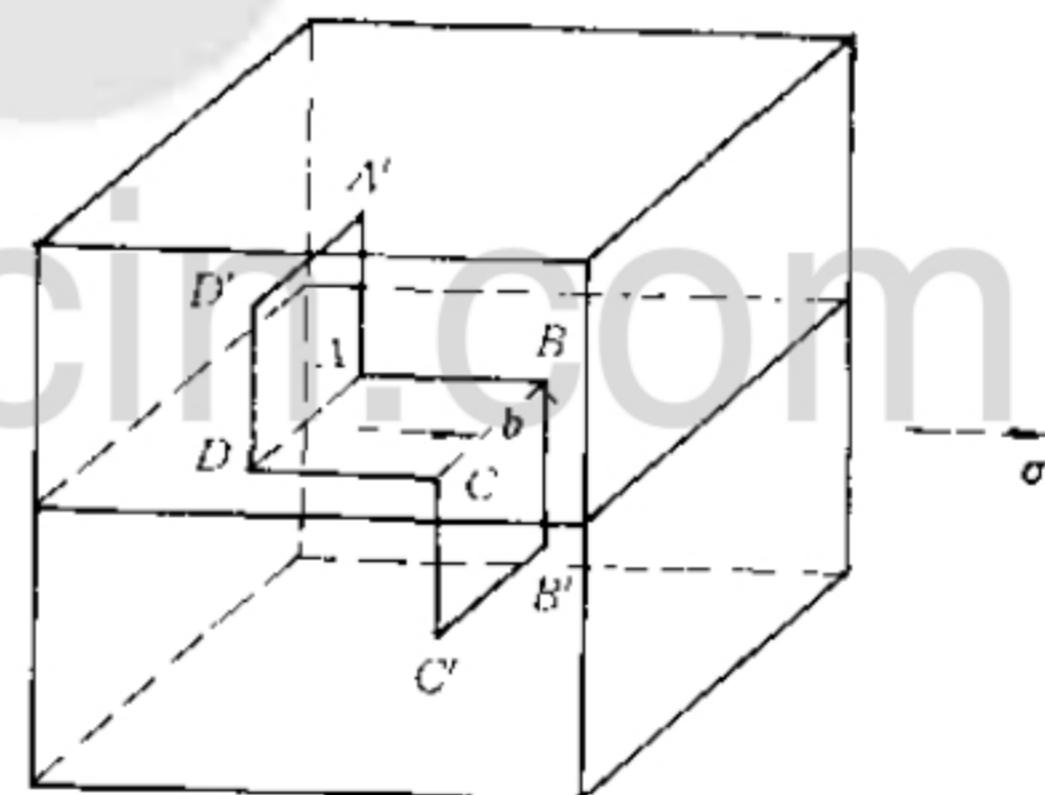

图 1-13 在正应力的作用下, 位错环 \overline{ABCDA} 的运动
(2) 设想在完整晶体中有一个正四棱柱贯穿晶体的上、下表面, 它和滑移面 $MNPQ$ 交于 \overline{ABCDA} , 现在让 \overline{ABCDA} 上部的柱体相对于下部柱体滑移 b , 柱体以外的晶体均不滑移。这样, \overline{ABCDA} 就是在滑移面上已滑移区(环内)和未滑移区(环外)的边界, 因而是一个位错环。
(3) 在 τ 的作用下, 位错环上部分晶体将不断沿 x 轴方向(即 b 的方向)运动, 下部分晶体则反向(沿 $-x$ 轴方向)运动。这种运动必然伴随着位错环的各边向外侧运动(即 \overline{AB} , \overline{BC} , \overline{CD} 和 \overline{DA} 四段位错分别沿 $-z$ 轴、 $+x$ 轴、 $+z$ 轴和 $-x$ 轴方向运动), 从而导致位错环扩大。
(4) 在拉应力作用下, 在滑移面上方的 \overline{BC} 位错的半原子面和在滑移面下方的 \overline{DA} 位错的半原子面将扩大, 即 \overline{BC} 位错将沿 $-y$ 轴方向运动, \overline{DA} 位错则沿 y 轴运动。而 \overline{AB} 和 \overline{CD} 两条螺型位错是不动的(因为螺型位错只能产生滑移运动, 而不会产生攀移), 故位错环将如图 1-13 所示。